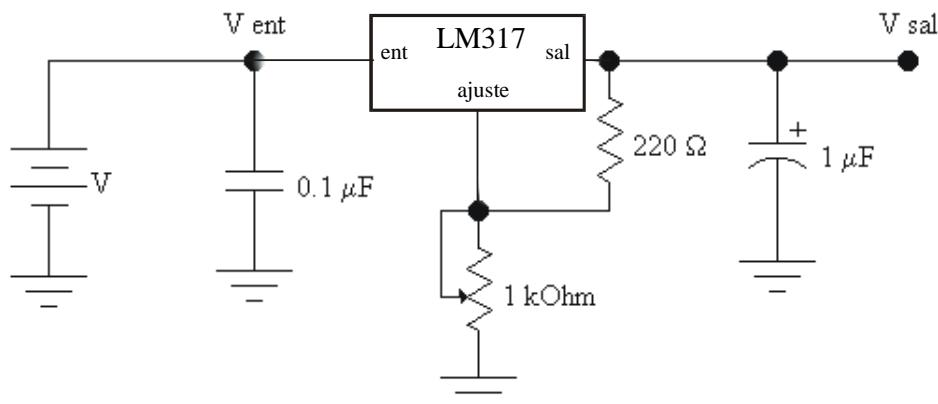

Figura 1
- 1.1. Armar el circuito de la Figura 1. Alimentar la entrada con la fuente de tensión variable.
- 1.2. ¿Cuál es la mínima tensión de salida regulada que puede proporcionar el circuito de la Figura 1?